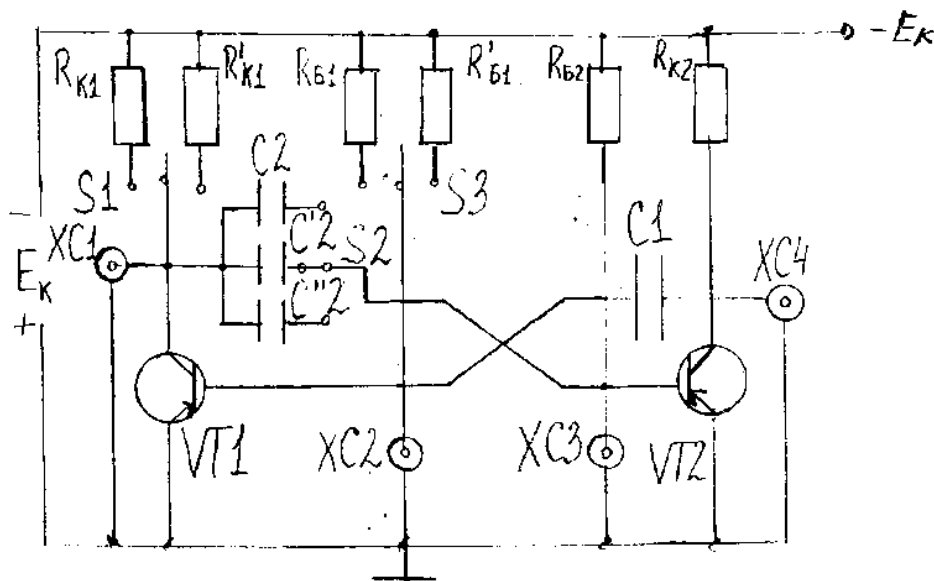

Рис. 35. Схема мультивибратора с самовозбуждением
Мультивибратор с самовозбуждением может быть симметричным. Понятие симметричности относится не только к схеме, но и к параметрам её элементов:  $R_{K1}=R_{K2}$ ;  $R_{B1}=R_{B2}$ ;  $R_1=R_2$  (рис. 35)
2. Подключить осциллограф к макету. После проверки преподавателем подключить питание (см. схему на рис. 35).